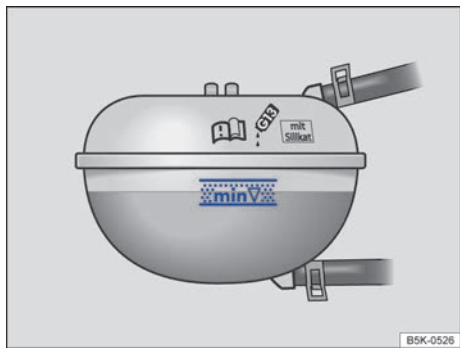

图 158 发动机舱内：冷却液膨胀罐上的液位标记
- 发动机处于冷态时，检查冷却液液位是否处于冷却液膨胀罐侧面的液位标记范围内 ⇒ 图 158。
- 必须加注新的符合本公司规定的冷却液（⇒ 第 207 页）⇒ ①。
- 加注后冷却液液位必须处于两标记线之间 ⇒ 图 158，冷却液液位不得超过最高标记线 ⇒ ①！
- 添加冷却液不可超过标记区域的上限 ⇒ 图 158。否则发动机达到热态时超量的冷却液可能在系统的压力作用下溢出，损坏发动机舱内的部件。